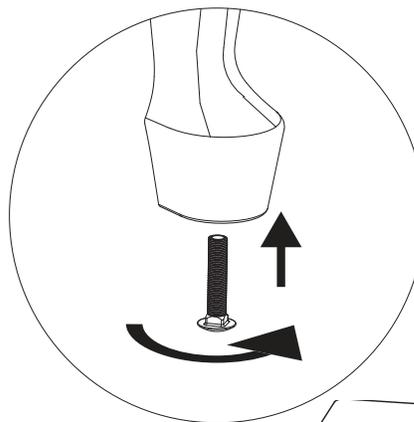

Figure 20.3
- Utilisez les boulons de mise à niveau des pieds pour stabiliser et mettre le poêle à niveau (**Figure 20.3**).